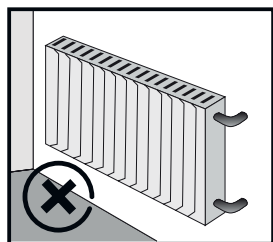

Fig. 1
- Colocar o aparelho a pelo menos um metro de distância de fontes de calor (fogões, aquecedores, aquecedores eléctricos, etc.) (Fig. 1)